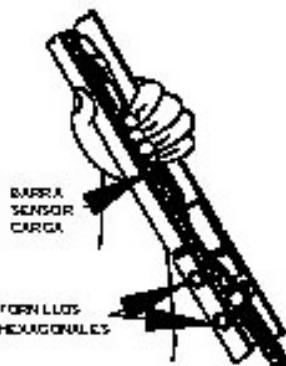

FIGURA 2-23: AJUSTE DEL SENSOR DE CARGA
- a. Consulte la **Figura 2-23**. Coloque su mano izquierda alrededor del conjunto vertical de unión de la rótula tal como se indica; la unión está ubicada al lado izquierdo del elevador.